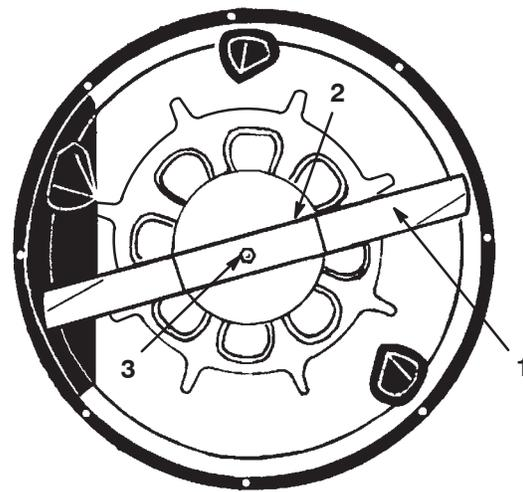

Figure 28
6. Tenez la lame à son extrémité avec un chiffon ou un gant épais, puis enlevez le boulon de fixation de la lame, la rondelle bombée, le renfort et la lame (Fig. 28). Pour enlever le boulon, bloquez éventuellement la lame en introduisant une cale en bois entre la lame et le carter de tondeuse.
1. Posez la lame, le renfort, la rondelle bombée et le boulon de fixation (Fig. 28).